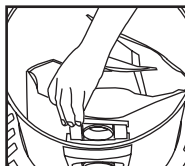

FIGURE 15
24. Faites glisser le déflecteur d'admission comportant le sac filtre dans le guide du déflecteur. **FIGURE 15.**